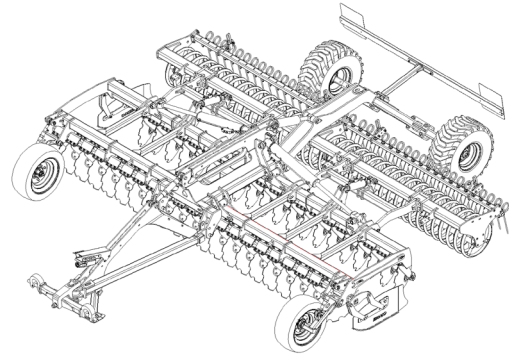

Figura 5-GHIBLI versione trainata con telaio
- **Trainata:** la macchina è fornita con timone e carrello. Il timone si collega ai bracci del trattore permettendo di trainare la macchina come un rimorchio poggiando sul carrello (figura 5).
- **Pieghevole:** Il telaio è diviso in tre sezioni con la possibilità di chiudere idraulicamente le due laterali verso l'alto per consentire il rispetto degli ingombri massimi per la circolazione su strada (figura 5).